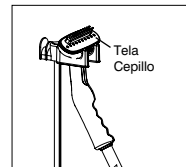

Figura 3
5. Una el cepillo para tela en la boquilla colocándolo en su lugar (Figura 3).